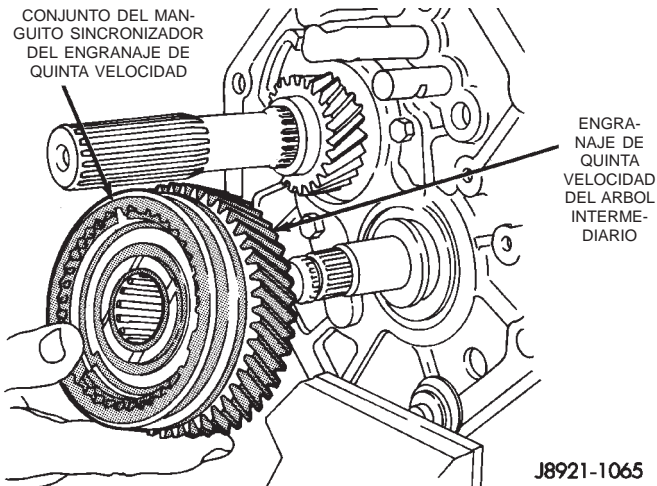

Fig. 54 Desmontaje del conjunto del engranaje de quinta velocidad y el sincronizador
(6) Retire del árbol intermedio el conjunto del engranaje de quinta velocidad (Fig. 54).